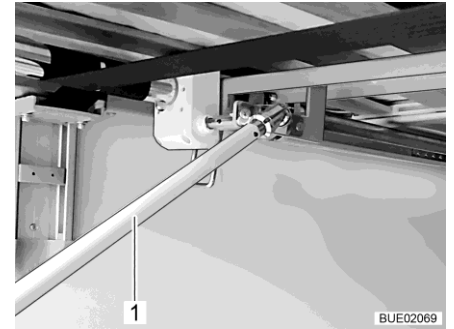

Fig. 143 Manovella nel garage di coda
- Per sollevare il letto: ruotare la manovella (Fig. 143,1) in senso orario. Per abbassare il letto: ruotare la manovella (Fig. 143,1) in senso antiorario.